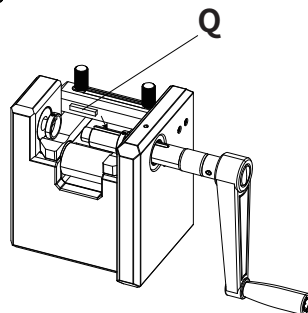

図8
- 4.図8に示すように、Qピンを主軸の凹溝に差し込みます。